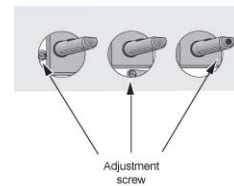

Figura 8
---O parafuso de ajuste pode ser localizado no centro do eixo de controlo da torneira do gás ou o gás da torneira, deixado no eixo de controlo ou abaixo (ver Figura 8 \*).